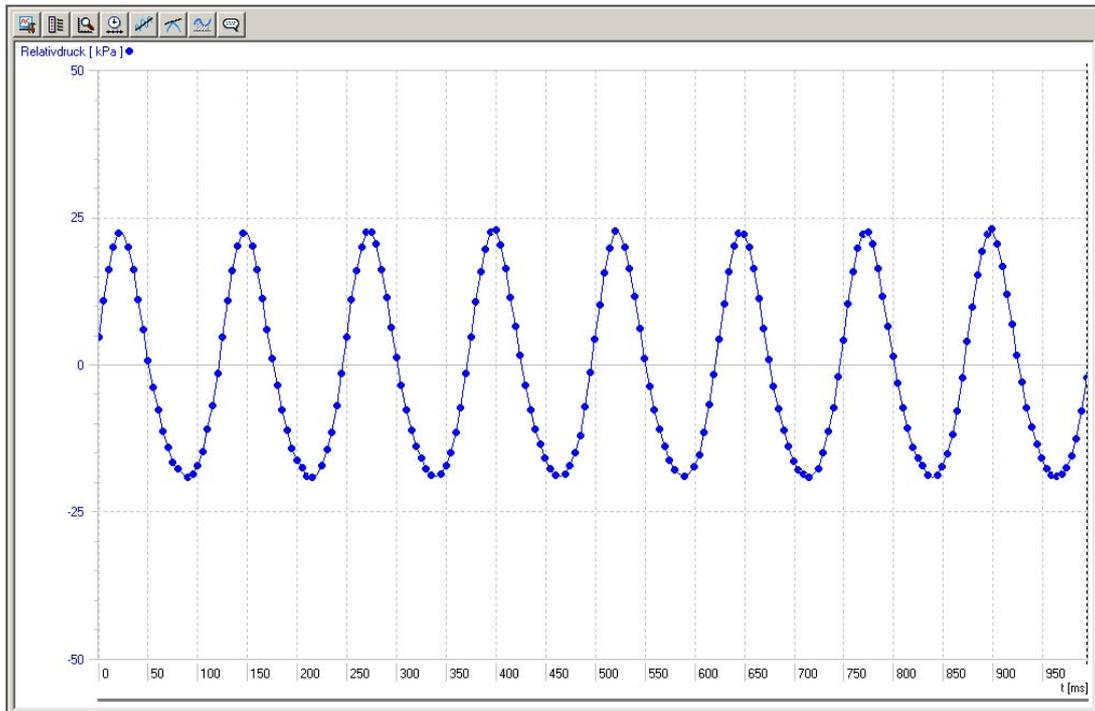

Fig. 2 Ação da pressão no motor Stirling U10050
- Fazer a avaliação da curva de medição (fig. 2).